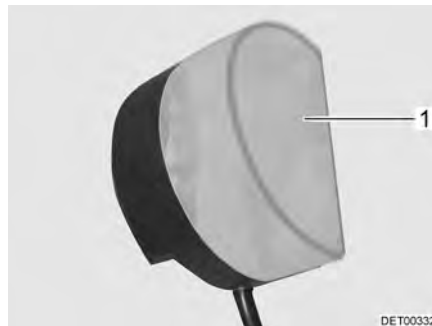

Fig. 242 Eclairage de la penderie
- Enfoncer légèrement le couvercle de la lampe (Fig. 242,1) et le retirer.